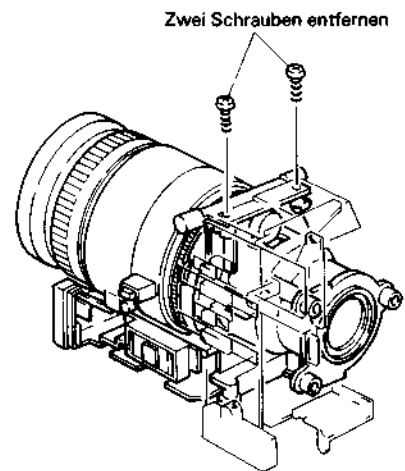

Abb. 2.110 Ausbau des Objektivblocks
6. Die vier (4) Befestigungsschrauben des Objektivblocks entfernen (siehe Abb. 2.110, 2.111).